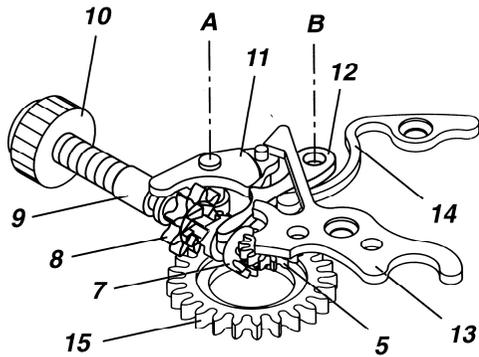
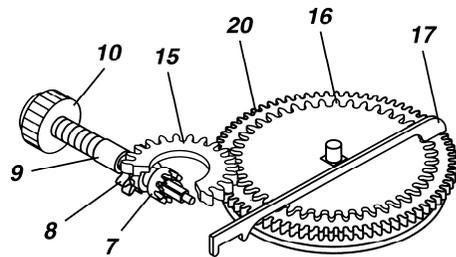

Fig.1 卷上機構5)
Fig.2 卷上機構5)
竜頭を回して動力ゼンマイの巻き上げを行う場合、その動力は竜頭 (10) ~ 巻真 (9) ~ つづみ車 (7) ~ きち車 (8) ~ 丸穴車 (15) ~ 角穴車 (16) へと伝わる (Fig.1, Fig.2)。巻真には断面を角形状にした部位があり、つづみ車の角穴部と係合して巻真の回転をつづみ車に伝える。つづみ車の外周中央部には両端より径が小さくなった凹部が形成されており、この凹部にかんぬき (12) の先端が挟み込まれている。かんぬきはばね (14) により、つづみ車をきち車に押し付け両者のラチェット部をかみ合わせている。きち車と丸穴車はその回転軸が直角に交わっている (Fig.1, Fig.2)。角穴車と一
が内端側から解けないように規制されている (Fig.2)。ゼンマイが解けようとする力はゼンマイ外端の外掛けが香箱を押す (回転させる) 方向に働く。この力が二番車以降の表輪列に伝わり、調速機を駆動する。